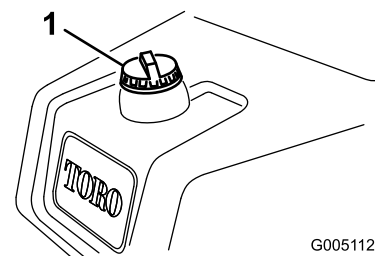

図 23
1. 燃料タンクのキャップの周囲をきれいに拭く（図 23）。